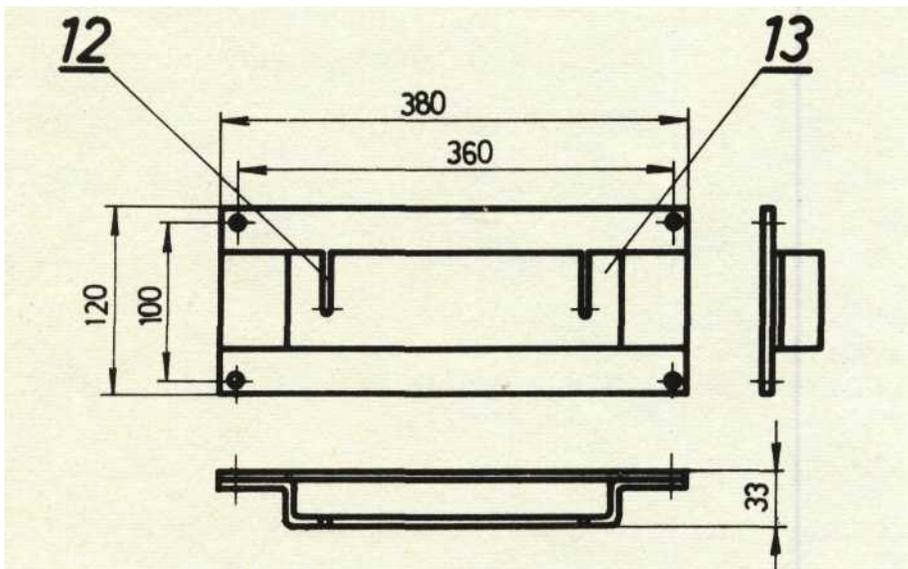

рис. 7. Стенной кронштейн типа КЛФ-32
На расстояниях, указанных на рис. 7., устанавливаются шипы в стену. Кронштейн с помощью шурупов прикрепляется к стене (13).
Корпус рефлектора, оснащенный консолью, вставляется в прорез (12, рис. 7.) стенного кронштейна (13, рис 5.) и прикрепляется с помощью болтов к стенному кронштейну.